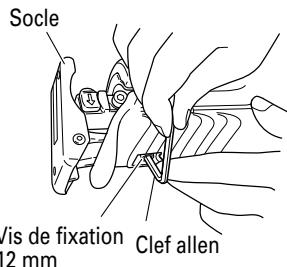
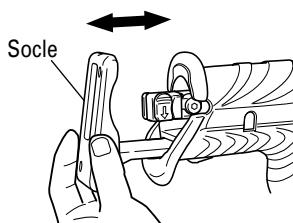

Fig. 13
Fig. 14
(2) Si l'on desserre l'une des vis de fixation du socle avec la clé allen fournie, on pourra régler la position d'installation du socle. (Fig. 13, Fig. 14)